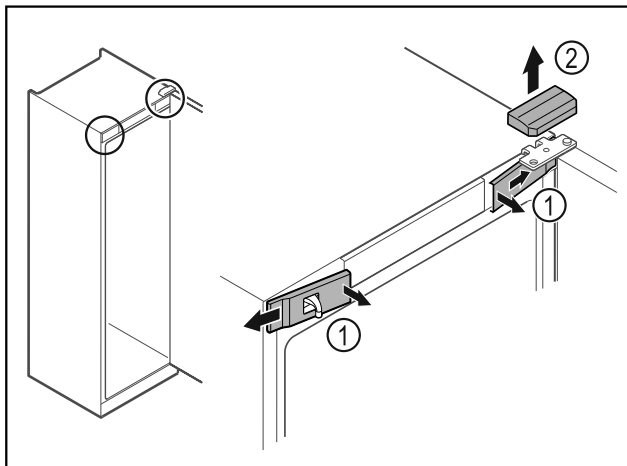

Fig. 10
- ▶ Uvolněte uvnitř přední kryty Fig. 10 (1) a sejměte je stranou.
- ▶ Horní kryt Fig. 10 (2) odeberte směrem nahoru.